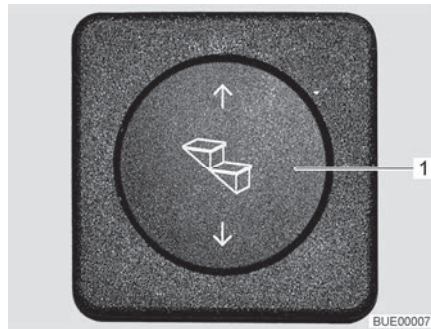

Bild 1 Reglage fotsteg
- Köra ut:** ■ Tryck nedtill på vippkontakten (Bild 1,1) tills fotsteget har körts ut helt.
- Köra in:** ■ Tryck uppåt på vippkontakten (Bild 1,1) tills fotsteget har körts in helt.